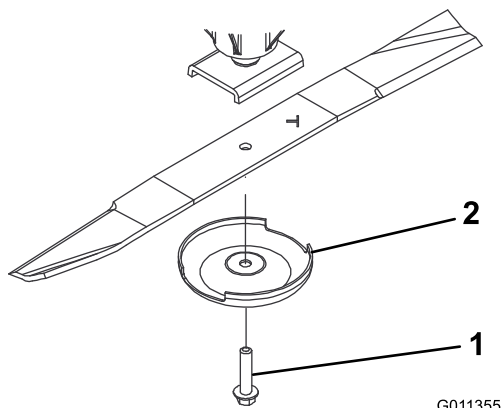

Figura 124
3. Retire o parafuso da lâmina, o recipiente antidanos e lâmina do eixo (**Figura 124**).